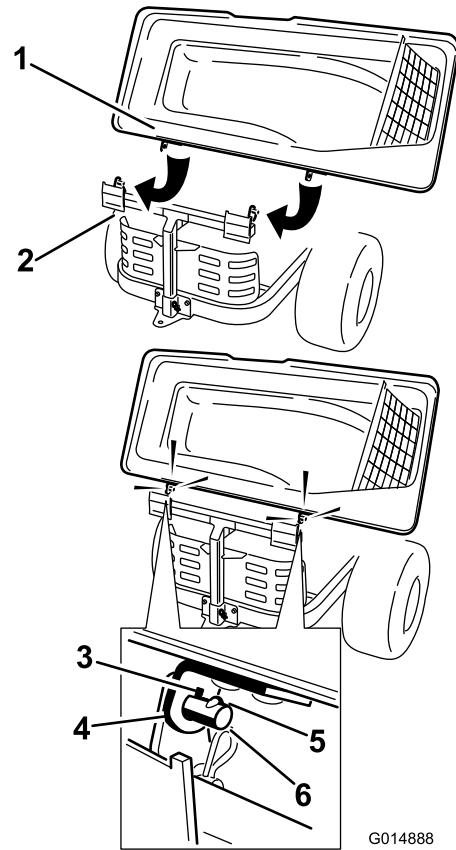

Figure 21
2. Faites pivoter le couvercle pour aligner les trous de clavettes dans les supports supérieurs du système de ramassage sur les clavettes des ergots du cadre (Figure 21).